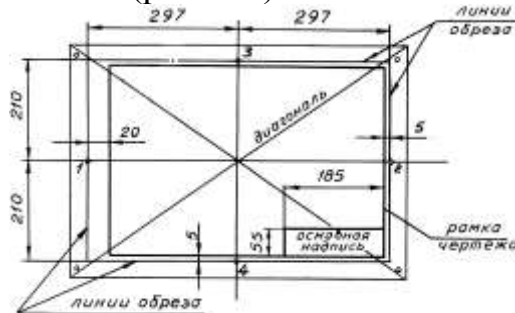

Рис. 4.1
2) укрепить лист на чертежной доске кнопками и нанести линии контура формата (линии обреза), т. к. фабрикой выпускаются листы больших размеров, чем требует ГОСТ (рис. 4.1).